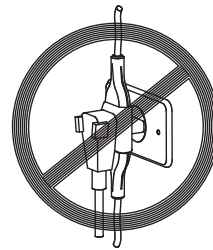

Fig. 29
- Em hipótese alguma, conectar outros aparelhos na mesma tomada [Fig.29].